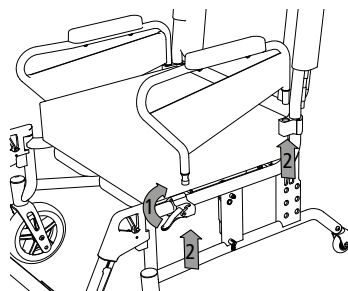

Abb. 24
1. För att ta loss ett sidoskydd öppnar du låsspaken på skyddets främre fästklämma genom att föra låsspaken uppåt (1, bild 24).
2. Därefter kan sidoskyddet enkelt dras uppåt och lyftas bort (2, bild 24).